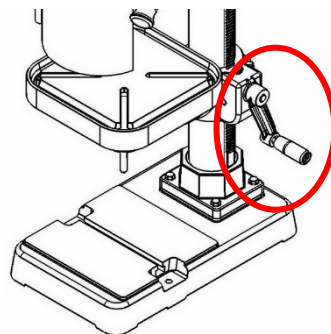

Figure 20
(2) Faites ensuite pivoter la poignée de la table dans la bonne position. (**figure 20**)